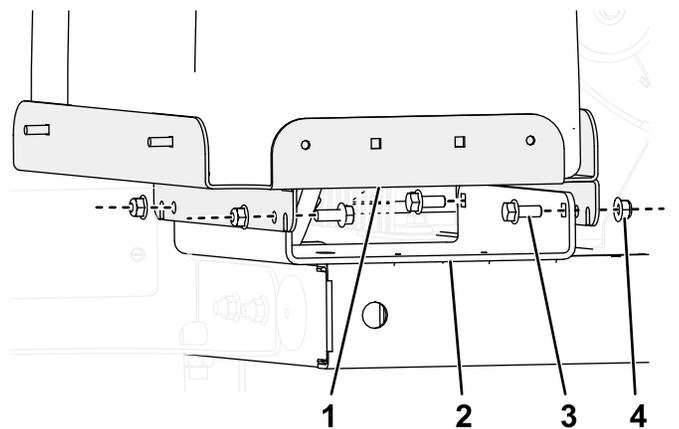

Figura 3
2. Montate il supporto del serbatoio del carburante, come illustrato nella Figura 3.